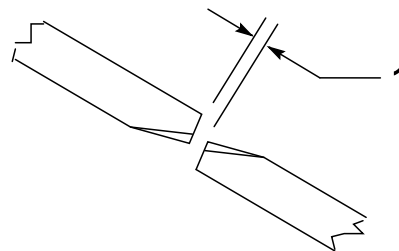

Figura 27
2. Rode a lâmina central e a lateral adjacente de forma a que as suas extremidades fiquem alinhadas. Meça a distância entre as pontas das lâminas (Figura 27).
Para garantir o correto funcionamento da plataforma do cortador, tem que haver uma folga de 10 a 16 mm entre as extremidades das lâminas das plataformas do cortador lateral e central (Figura 27).